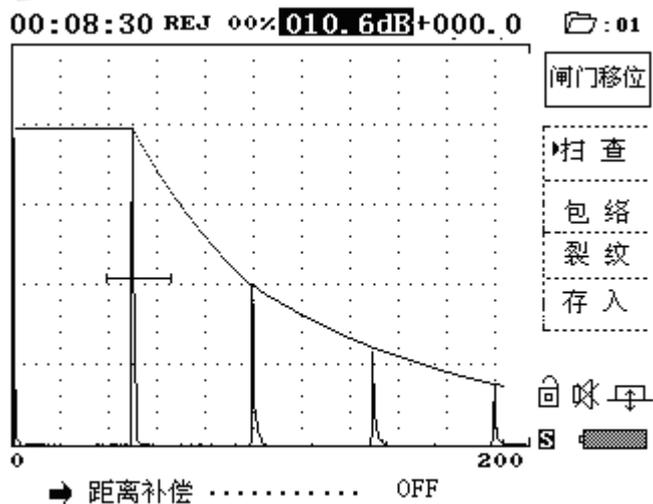

图 4.10.2.2
① 当探伤仪处于扫查工作状态时，按  键进入信息显示区滚动显示方式。见图 4.10.2.2。